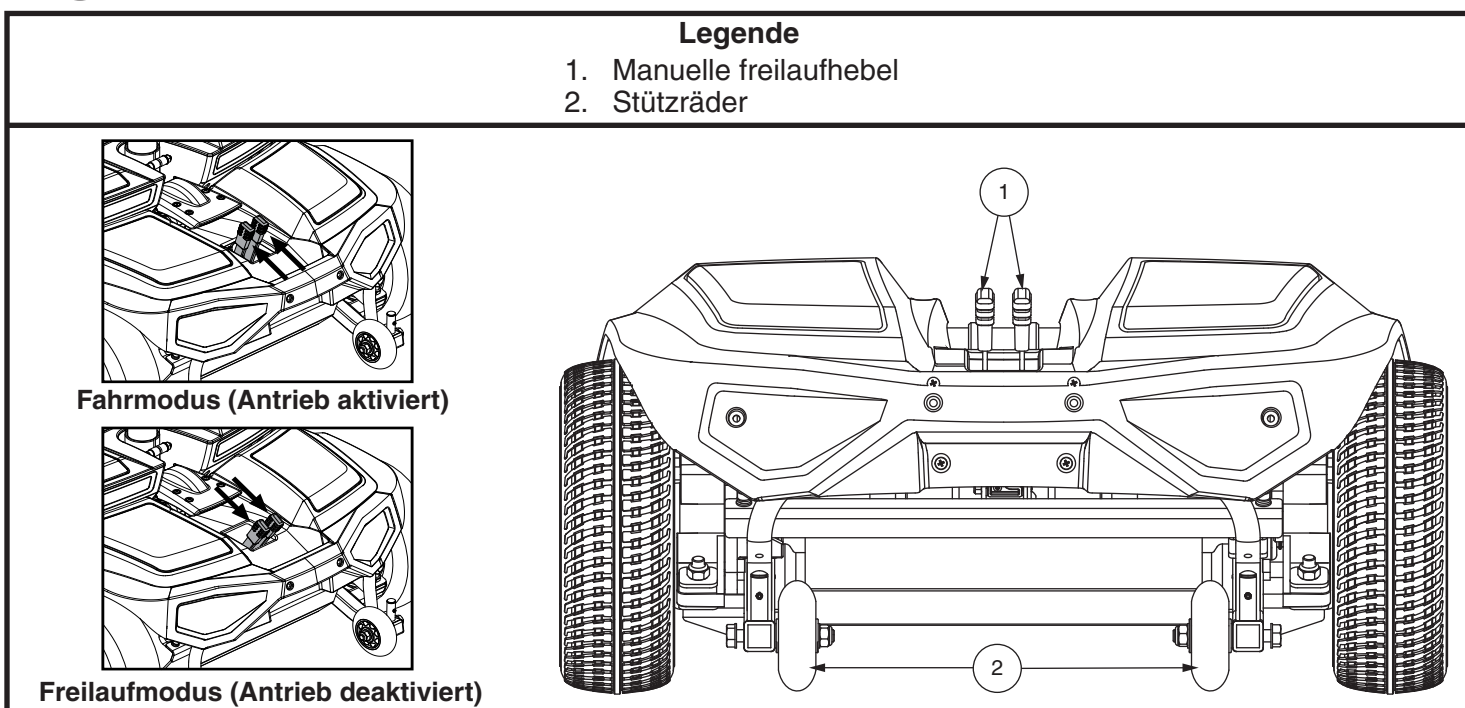

Abb. 3. Hinterseite des Fahrgestells
1. Suchen Sie die Hebel an der hinteren Seite des Fahrgestells. **Siehe Abb. 3.**
Die Stützräder sind ein unerläßlicher und wichtiger Sicherheitsaspekt Ihres Go-Chair. Sie sind an dem Rahmen am Heck Ihres Go-Chairs festgeschraubt. **Siehe Abb. 3.**
**Siehe Abb. 3.**